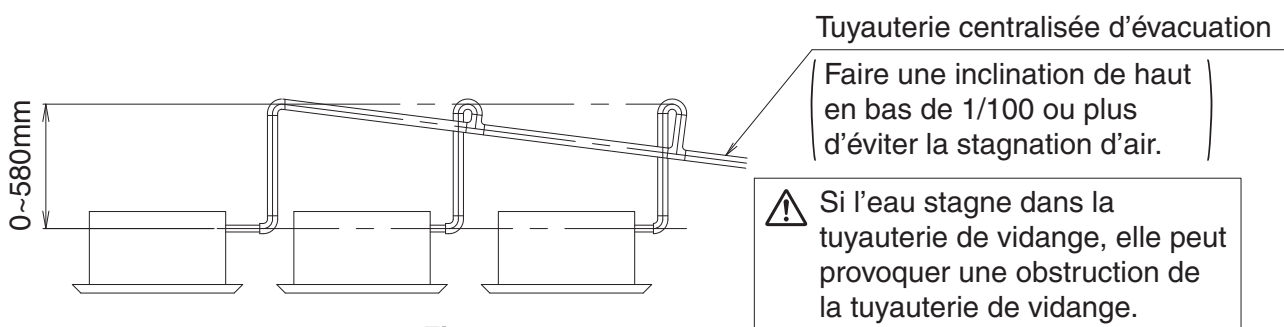

Fig. 14
- Afin d'éviter que le tuyau d'évacuation fourni (1) subisse une force excessive, ne le pliez pas et ne le tordez pas. Cela peut causer une fuite d'eau.
- En cas de tuyauterie centralisée de vidange, effectuez les travaux de tuyauterie selon le procédé montré dans suivante Fig. 14.